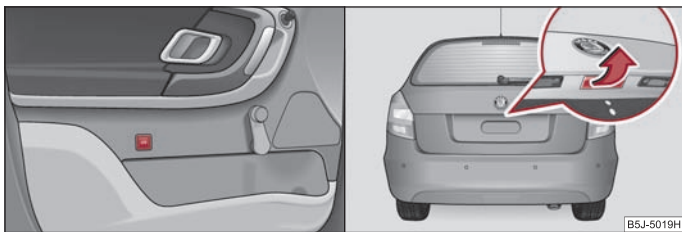

Fig. 29 Deblocarea capotei portbagajului / mânerul capotei portbagajului
- **La autovehiculele fără închidere centralizată** capacul portbagajului se descuie apăsând pe tasta din ușa șoferului ⇒ fig. 29.